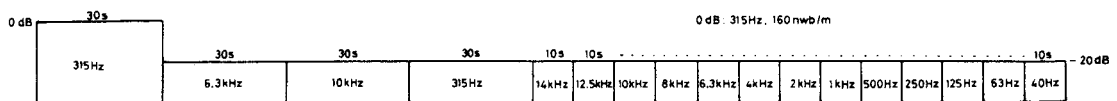

Fig. 11-4 Bande d'essai STD-331B
- STD-331B* : Réglages de reproduction (se référer à la Fig. 11-4).